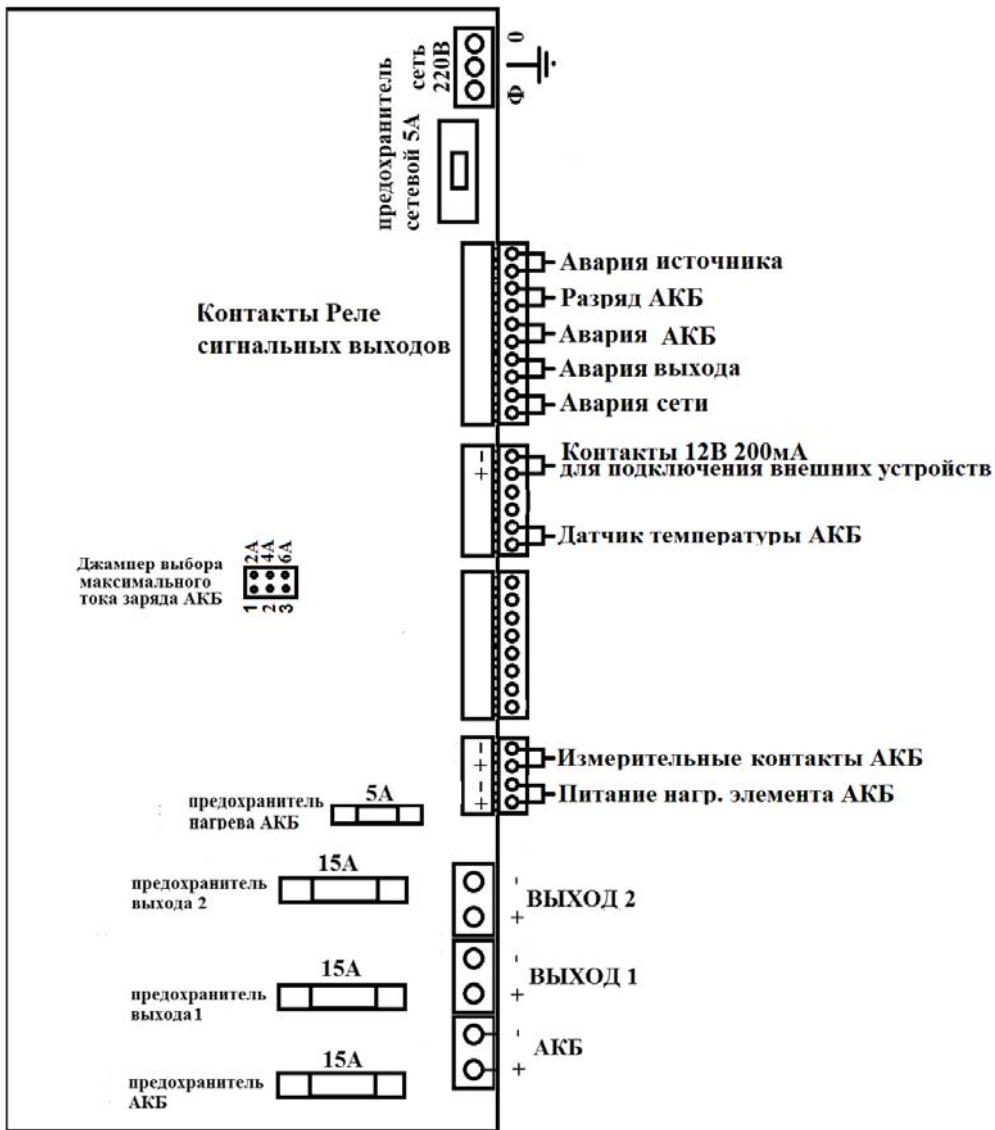

Рисунок 4. Органы управления и коммутации.
- ◆ Подключить, соблюдая фазировку, сетевые провода и провод заземления к соответствующим контактам сетевой клеммной колодки (см. рисунок 4).